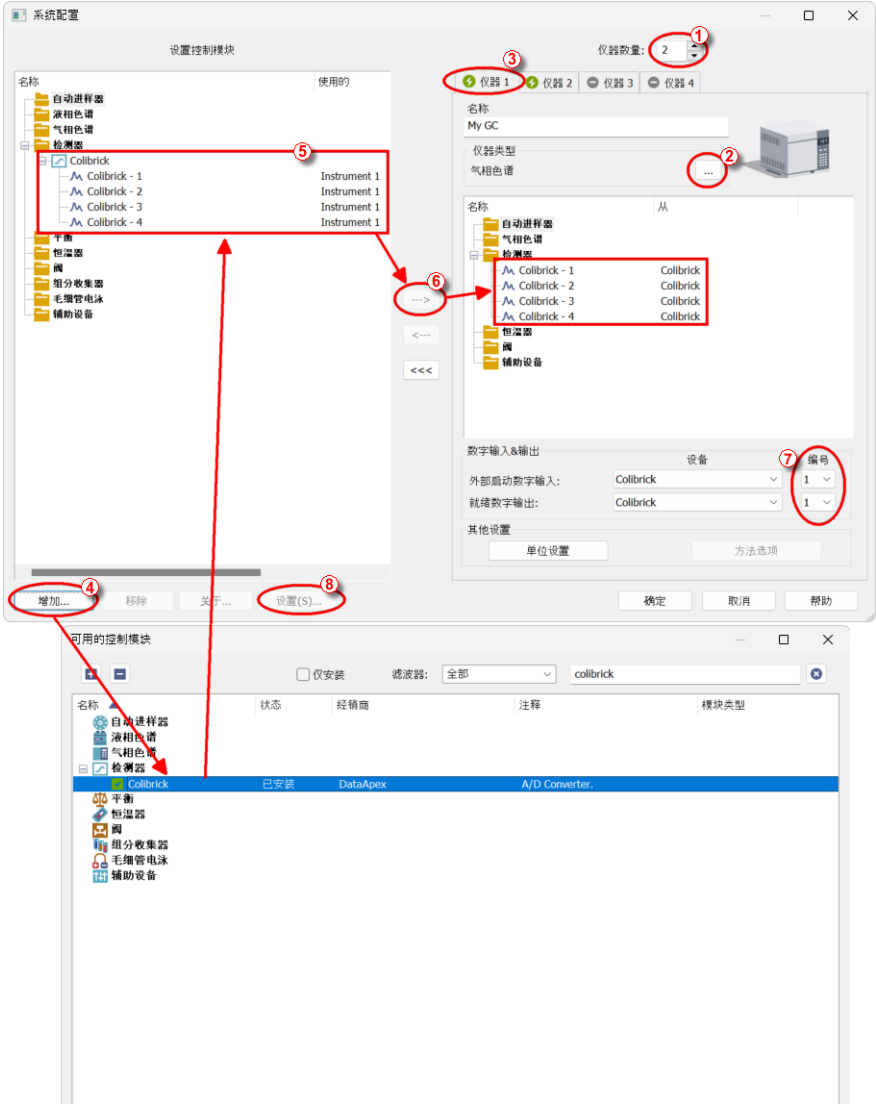

图6: 系统配置对话框
- 使用**系统-配置...**命令或通过图标打开**系统配置**对话框。查看第9页第**图6**。